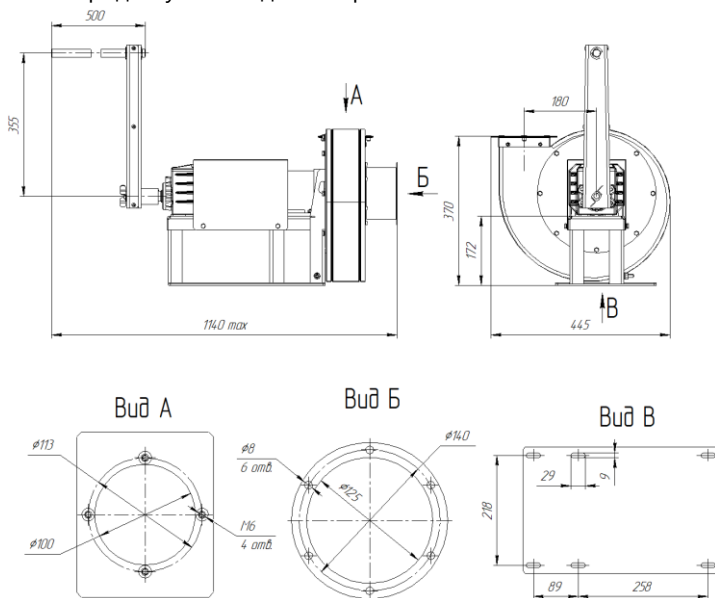

Рисунок 1 – Габаритні та приєднувальні розміри **ERV-2,5**
**3.1** Загальний вигляд, габаритні, приєднувальні та настановні розміри вентиляторів повинні відповідати розмірам, вказаним на рис. 1 – 3 та у таблиці 1 та 2. Схема підключення електродвигуна наведена на рис. 4.